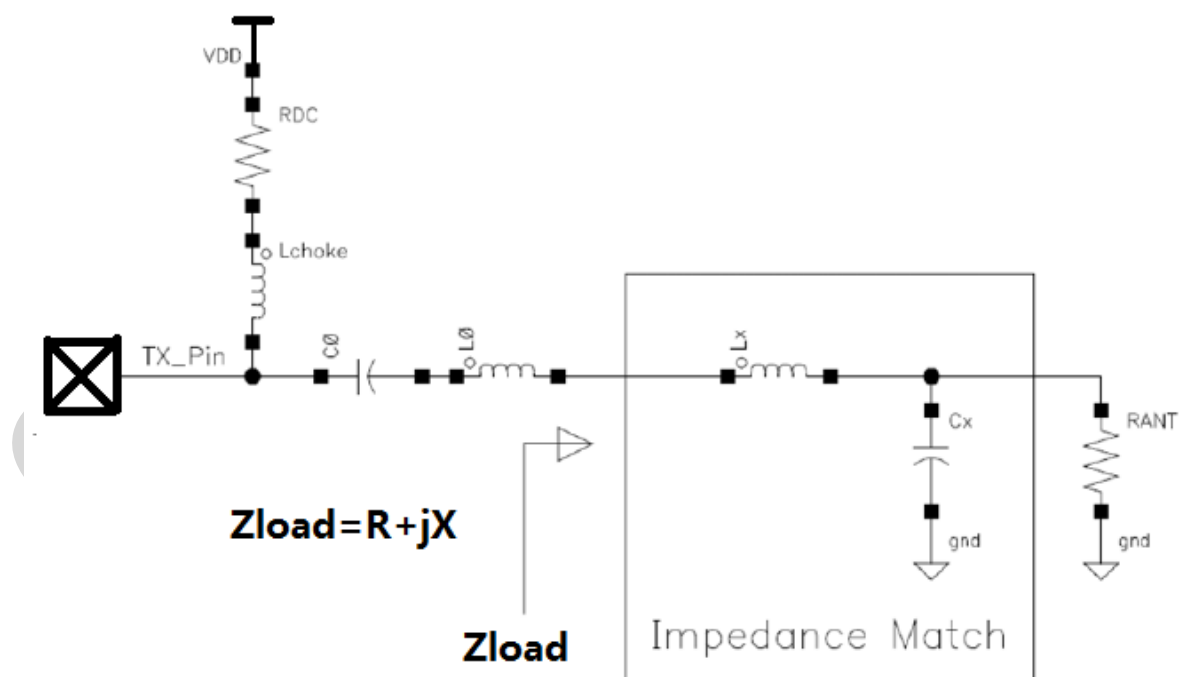

figure 1. Impedance Match to Transform R_{ANT} to Z_{LOAD}
- (1) 选择一个合适的 Choke 电感（扼流电感）
- (2) 根据输出功率计算最佳的负载阻抗 Z_{Load}
- (3) 选择合适的串联谐振电容 C_0 （如 figure1 所示）
- (4) 根据选择的 C_0 ，计算 L_0
- (5) 根据最佳负载电阻 Z_{Load} 计算 L 型匹配的元器件值 L_x 和 C_x ；
- (6) 设计一个 T 型低通滤波器
如 figure1 所示，这个最佳的负载阻抗 $Z\text{-Load} = R + jX$ ，它与 PA 的输出功率，输出电容紧密相关。在 CMT2110B、CMT2117B、CMT2150L、CMT2157B 的设计中，PA 的输出电容大约为 1.2pF。下面我们列出在不同的频率，输出 +13dBm 时的最佳负载阻抗 Z-Load。